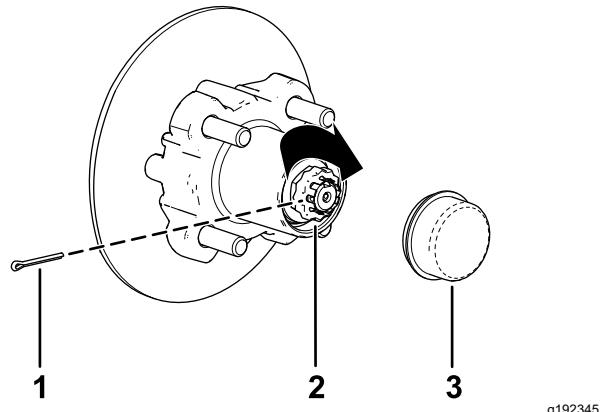

Figura 35
8. Coloque el retenedor sobre la tuerca y compruebe la alineación de la ranura del retenedor y el orificio de la chaveta de la mangueta (Figura 35).
9. Instale la chaveta y doble las patas alrededor del retenedor (Figura 35).
10. Instale el tapón guardapolvo sobre el cubo (Figura 35).